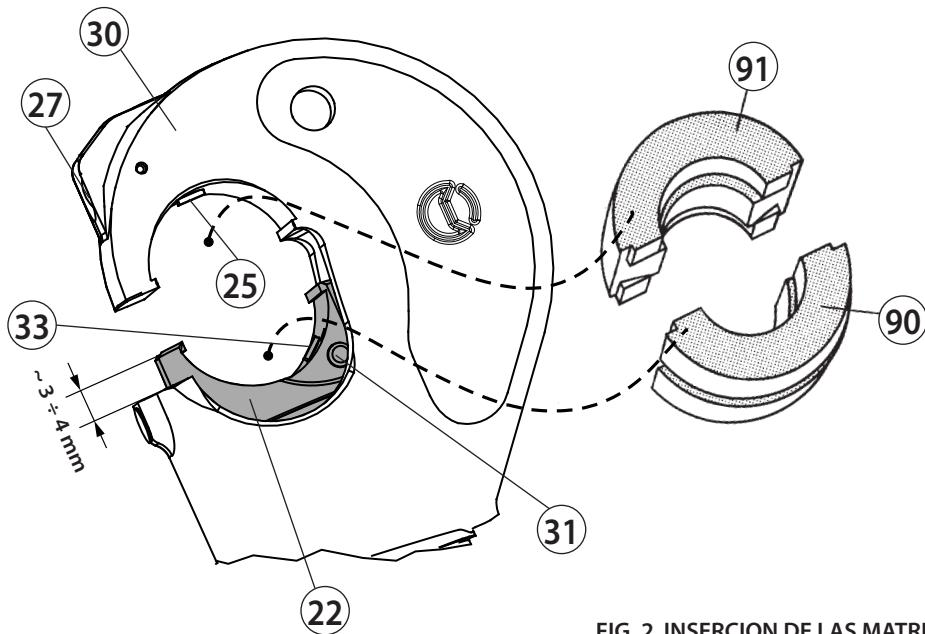

FIG. 2 INSERCIÓN DE LAS MATRICES
- Manteniendo apretado el gatillo (57), cerrar a fondo los mangos. Se provoca así el retorno del pistón con la consiguiente abertura de las matrices.
3. CAMBIO DE LAS MATRICES (Ref. a Fig. 2)